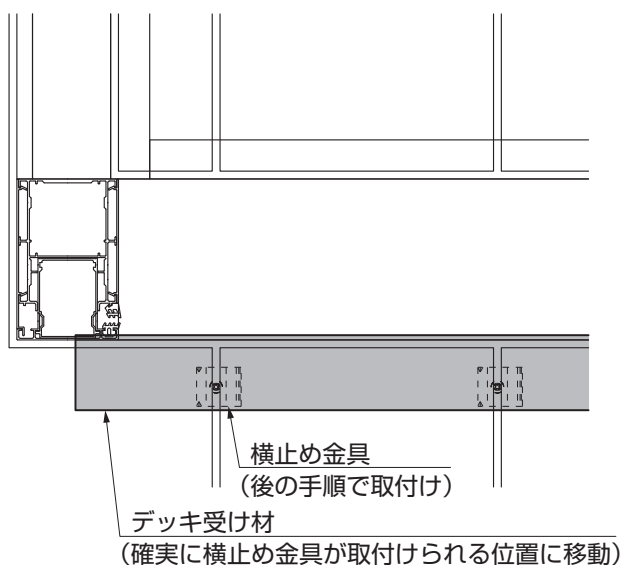
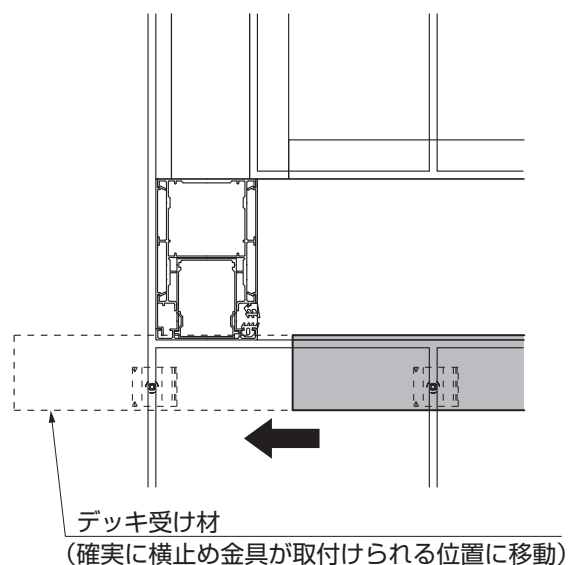

図2-7 外面デッキを切欠く場合
図2-8 外面デッキを切欠かない場合
(1) デッキ受け材、ベース材外スペーサーの取付け
① デッキ受け材を図2-5、図2-7、図2-8を参照して、両端より切断してください。
- デッキ受け材は、柱端部の縦切りした床板に横止め金具が止められるように位置を調整し、前面ベース材に固定してください。(図2-7、図2-8参照)